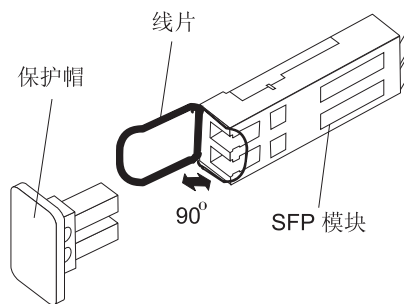

图 16. 将 SFP 模块安装到主机端口中
4. 将 SFP 模块插入主机端口中，直到其咔嗒一声锁定到位。请参阅图 16。